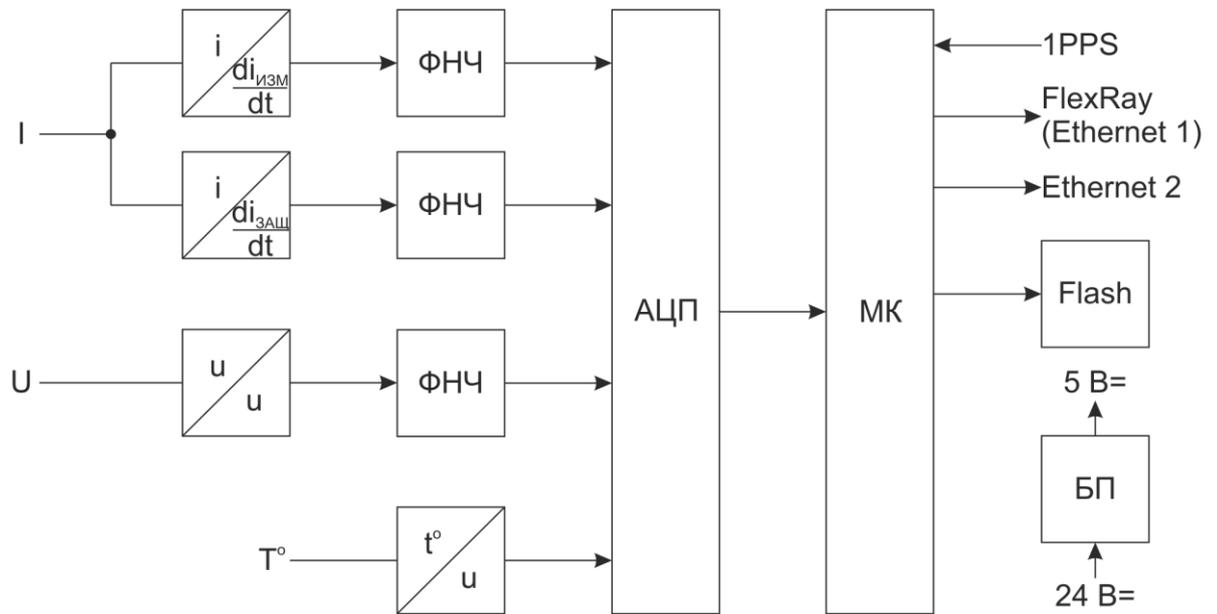

Рисунок 3.1. Структурная схема ECIT
3.1.1 Структурная схема трансформатора ECIT приведена на рис. 3.1.